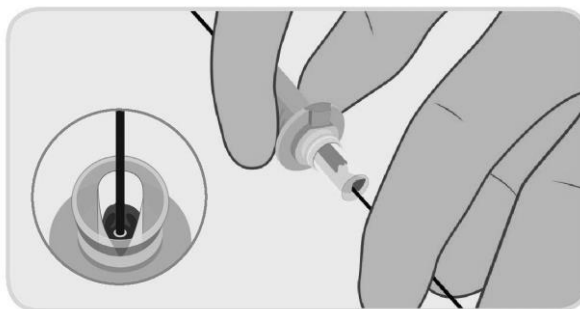

Figure 7. Chargement du guide dans la canule du dispositif.
- a. Durant l'insertion, lubrifier le guide à l'aide de solution saline non héparinée. Insérer le guide dans l'implant au sein de la canule de chargement (Figure 7). Continuer à insérer le guide jusqu'à ce qu'il ressorte à l'arrière du manche du dispositif de fermeture PerQseal®. Maintenir la gaine d'introduction PerQseal® à un angle peu prononcé par rapport à l'axe longitudinal de l'artère (20°, par exemple) et maintenir la gaine d'introduction le plus droit possible afin d'éviter les plis.
- Remarque 2 : Lors de l'insertion, saisir uniquement la partie arrière de la canule de chargement, comme indiqué à la Figure 7.